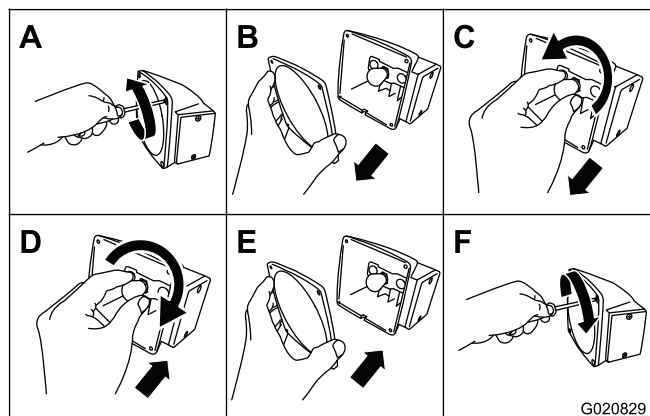

Figure 62
1. À l'aide d'un tournevis, retirez les 4 vis du grand verre carré sur le feu (Figure 62).
2. Déposez le verre (Figure 62).
3. Poussez et tournez l'ampoule dans le sens antihoraire pour la retirer de la douille (Figure 62).
4. Insérez une ampoule neuve du type spécifié dans la douille, et tournez-la dans le sens horaire (Figure 62).
5. Reposez le verre et les 4 vis (Figure 62).